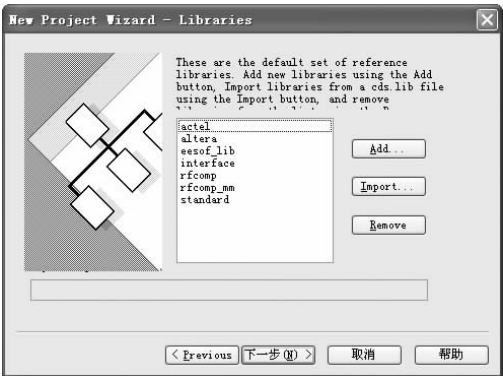

图 2-44 “New Project Wizard – Libraries”对话框
- 6. 单击 按钮，将弹出“New Project Wizard – Libraries”对话框，如图 2-44 所示。